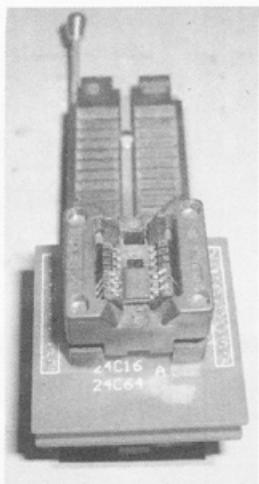

图 5-10 SPI 转接座
(2) 怀疑是 BIOS 资料损坏导致, 因测试硬盘中没有此显卡的 BIOS 文件, 只得焊下 ROM 芯片放到编程器(见图 5-10)上刷。从 [www.chinafix.com.cn](http://www.chinafix.com.cn) 下载一个七彩虹 6600 超频版 256MB 的 BIOS 刷进去。